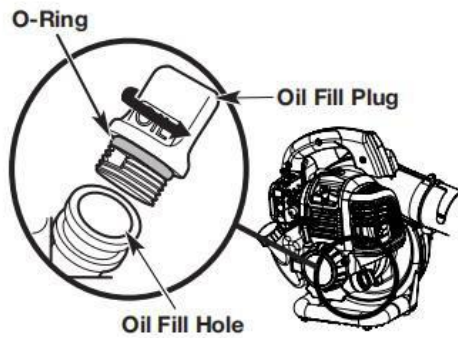

Fig. 9
- 3) Reinigen Sie den Bereich um die Öleinfüllschraube (Bild 9), um zu verhindern, dass Fremdkörper in die
**Hinweis:** Vergewissern Sie sich, dass der O-Ring an der Öleinfüllschraube angebracht ist (Abb. 9).
- 1) Reinigen Sie den Bereich um die Öleinfüllschraube (Bild 9), um zu verhindern, dass Fremdkörper in die Öleinfüllöffnung gelangen.